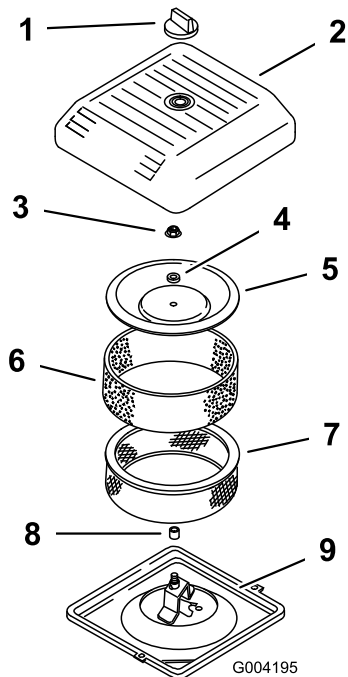

Figura 15
2. Svitare la manopola e togliete il coperchio del filtro dell'aria (Figura 15).
3. Fate scorrere attentamente il prefiltro in schiuma sintetica fuori dall'elemento di carta (Figura 15).
4. Svitare il dado del coperchio e togliete il coperchio, il distanziale e il filtro di carta (Figura 15).
- Montate il gruppo filtro dell'aria sulla relativa base (Figura 15).
- Montate il coperchio, il distanziale e fissatelo con il dado del coperchio (Figura 15). Serrate il dado ad una coppia di 10,7 Nm.
- Montate il coperchio del filtro dell'aria e fissatelo con la manopola (Figura 15).